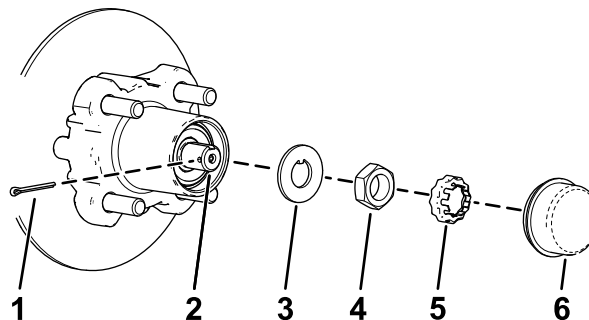
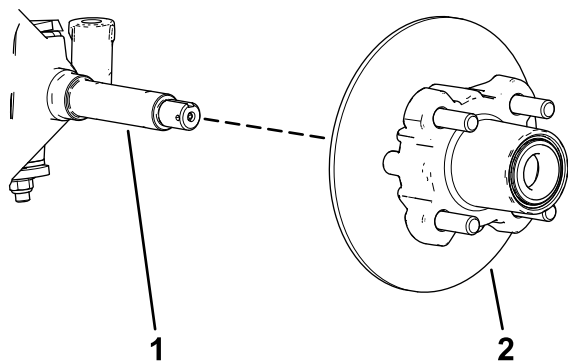

Figura 39
Figura 40
4. Rimuovete il coperchietto antipolvere dal mozzo (Figura 39).
5. Rimuovete la coppiglia e il fermadado dal mandrino e dal relativo dado (Figura 39).
6. Rimuovete il dado del mandrino dal mandrino e separate il gruppo mozzo e rotore dal mandrino (Figura 39 e Figura 40).